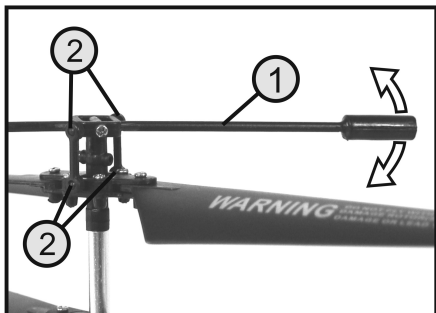

Bild 6
Bewegen Sie die Fliehgewichtstange an einer Seite von Hand auf und ab (siehe Pfeile in Bild 6) und prüfen Sie dabei die Leichtgängigkeit der Kugelgelenke (2).
Ziehen Sie die Befestigungsschrauben der Rotorblatthalter nicht zu fest an (siehe auch Bild 6).